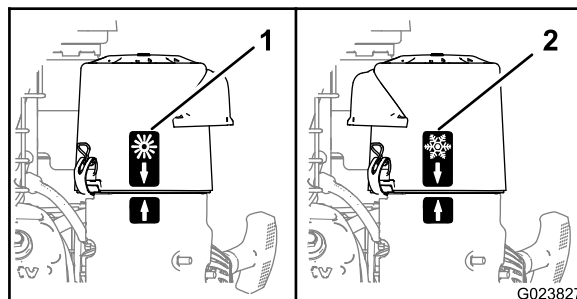

Figure 8
- À **basses températures ambiantes** (air froid et humidité), positionnez le flocon de neige sur le couvercle du filtre à air à l'extérieur (Figure 8).
- À des **températures ambiantes normales**, positionnez le soleil sur le couvercle du filtre à air à l'extérieur (Figure 8).